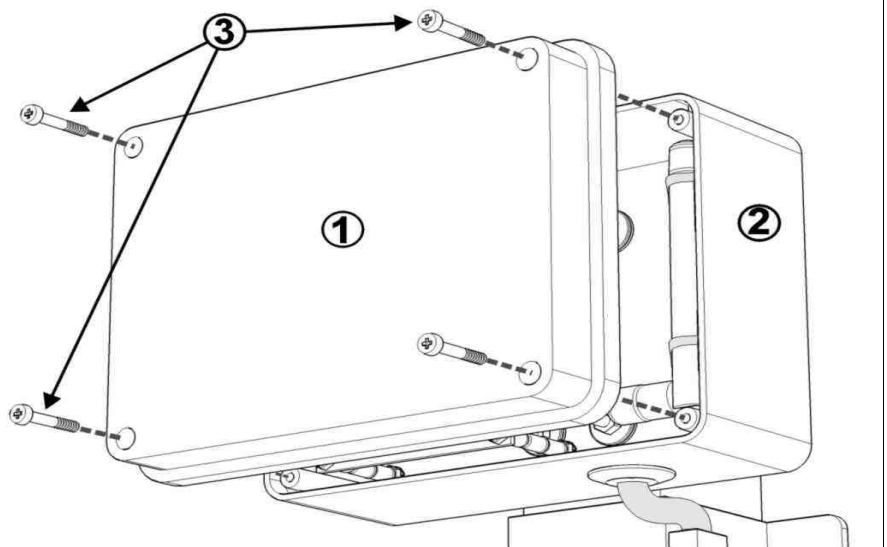
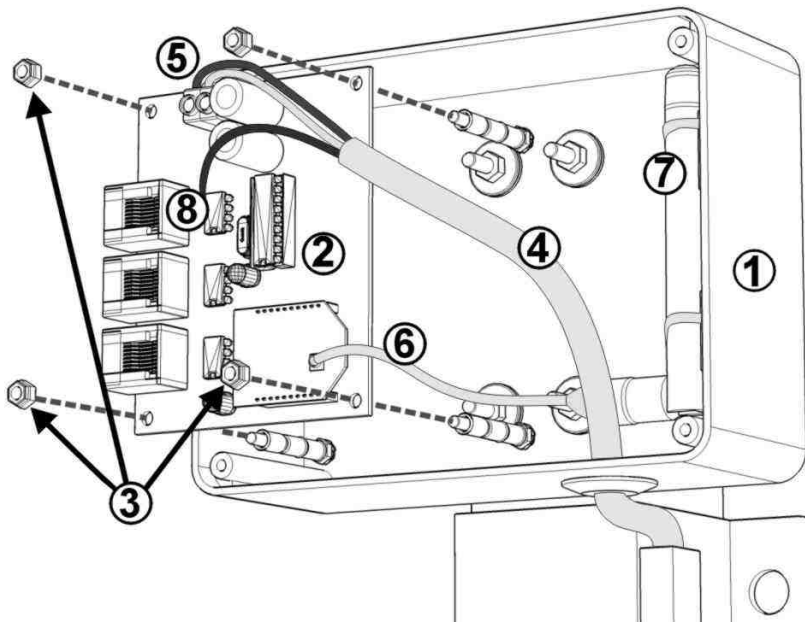

Abb. 4: Öffnen der Abdeckung
Abb. 5: Steuerplatine
3. Öffnen Sie die Abdeckung des Funkempfängers und kontrollieren Sie die rote LED im Funkempfänger (Abb. 4 und Abb. 5):
- Durch Abschrauben der 4 Frontverschlusschrauben die Abdeckung des Funkempfängers entfernen (Abb. 4).
- Das Antennenkabel aus dem Steckverbinder am Funkmodul herausziehen und dann mit einem Schlitzschraubenzieher die 3 Drähte aus den jeweiligen Klemmen ziehen und deren Position vermerken (Abb. 5).
- Die Sperrmuttern entfernen und die Steuerplatine aus ihrer Aufnahme herausnehmen (Abb. 5).